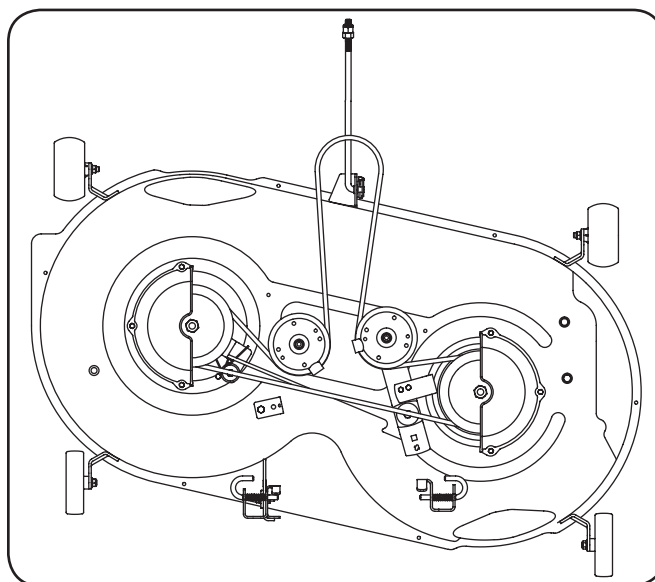

Figura 7-11
7. **En 46 "grupos:** Para colocar la nueva correa comenzar el cinturón alrededor de las dos poleas del husillo exterior, como se muestra en la Figura 7-11.
8. A continuación lleve el cinturón alrededor de las dos poleas locas de la plataforma como se muestra en la Figura 7-11.